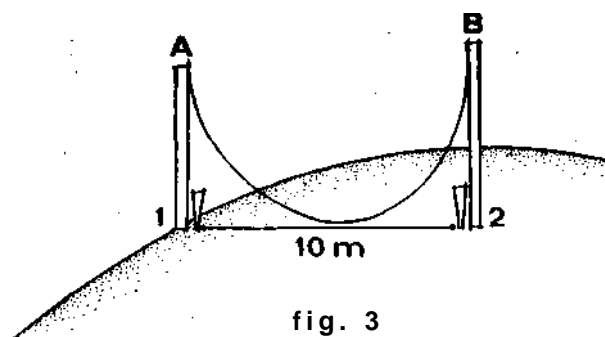

fig. 3
- b) Leve o aparelho para o campo a ser locado (são necessárias 3 pessoas para a locação) e coloque uma estaca (1) na parte mais alta do terreno e, junto à estaca, assente a régua A (fig. 3).
- c) Leve a régua B a 10 m de distância, seguindo mais ou menos o nível do terreno (fig. 3).
- b) com a enxada, puxe a terra solta para o lado de baixo (fig. 3).